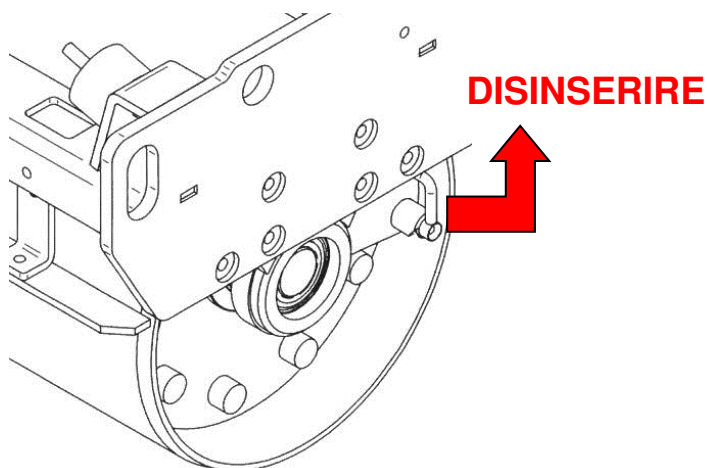

Figura 1
7. Spostare la leva del freno di stazionamento verso l'alto per disinnestarla. (Figura 1)